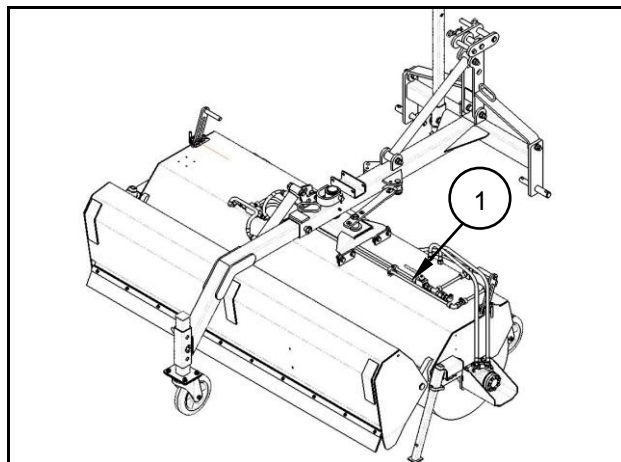

Bild 6.1
- Stäng avstängningskranen (1) för dräneringscyllindern (fig. 6.1).